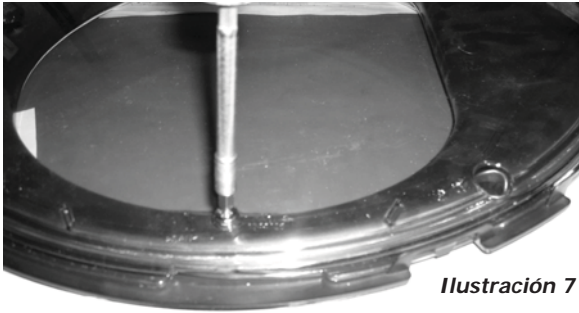

Ilustración 7
- 8 Quite el tornillo que fija la lente. (Ilustración 7)